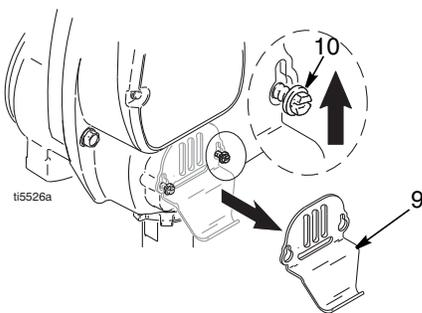

FIG. 14
4. FIG. 14. Afloje los dos tornillos (10) y desmonte el gancho del cubo (9).